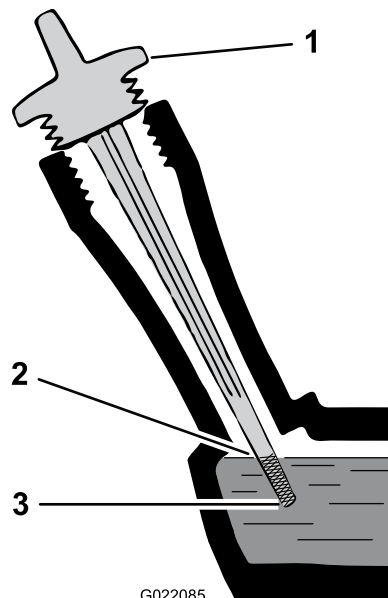

Рисунок 13
5. Вставьте щуп в заливную горловину, но **не заворачивайте крышку по часовой стрелке для ее фиксации** (Рисунок 13), затем извлеките щуп.